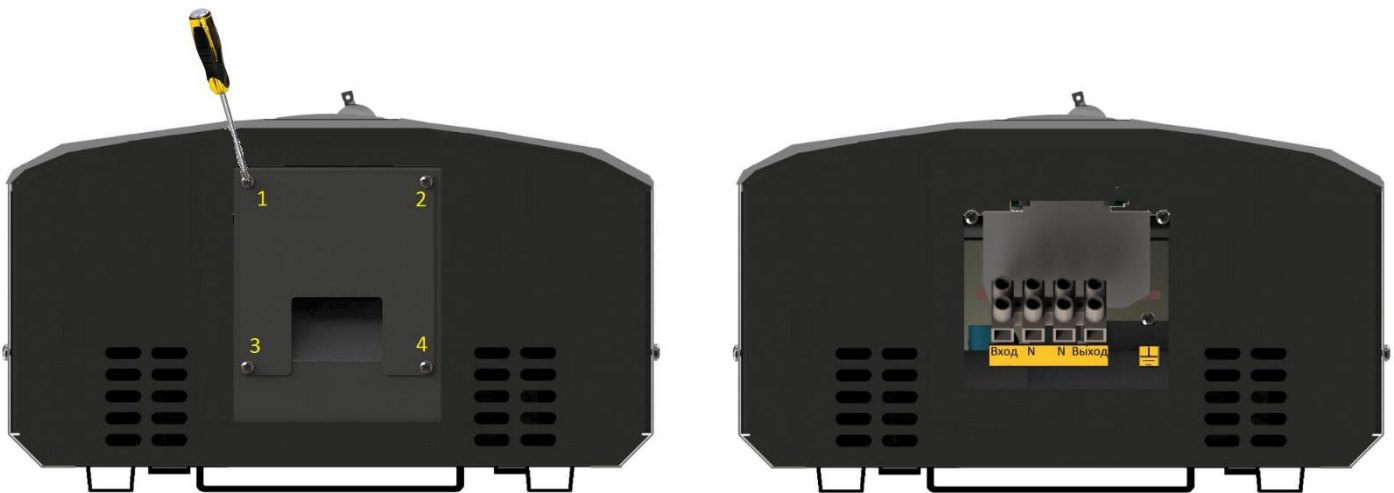

Рисунок 9. Схема зняття захисної кришки знизу корпусу стабілізатора
2. За допомогою викрутки відкрутити 4 гвинти захисної кришки з нижньої частини стабілізатора для доступу до клемної колодки (див . рисунок 9).
При натисканні на праву (позиція 2 на рис.9) кнопку в **основному режимі** на екрані по черзі з'являються такі параметри:
При натисканні на ліву (позиція 1 на рис.9) кнопку в **основному режимі** на екрані по черзі з'являються ті ж параметри, але в зворотному порядку.
Для входу в **додатковий** режим індикації необхідно натиснути на середню кнопку (позиція 3 на рис.9) в момент знаходження індикатора в основному режимі індикації.